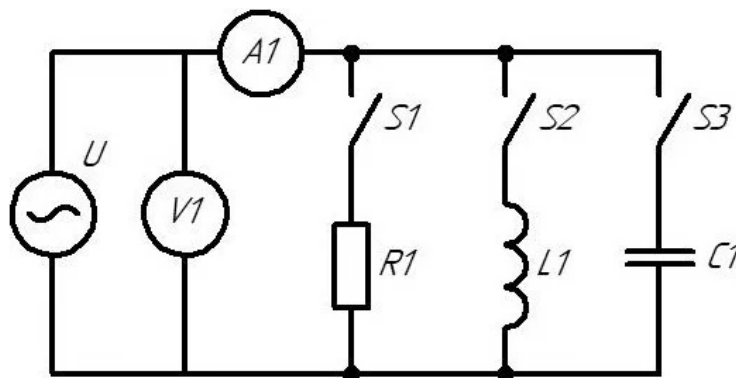

Рис. 1.6 Схема электрической цепи
1. Собрать в виртуальной лаборатории Circuit Simulator, с помощью изученных ранее методов, схему электрической цепи синусоидального тока для исследования резистивного, индуктивного и емкостного элементов (рис. 1.6).